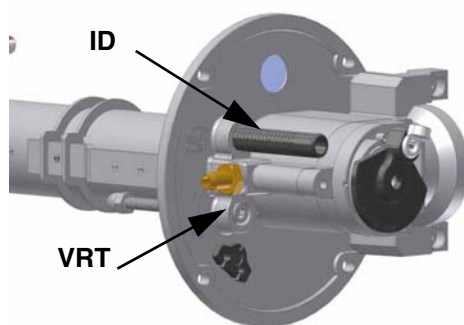
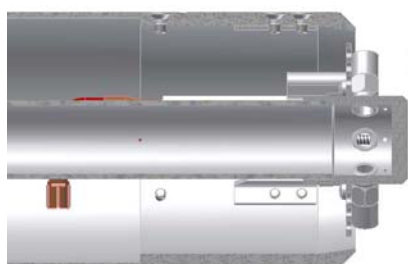

Fig. 24
Fig. 25 - Testa tutta in avanti
- Il bruciatore viene regolato in fabbrica con la testa di combustione in posizione di massima potenza "MAX". La taratura di massima potenza corrisponde alla posizione "tutta avanti" della testa di combustione, per i bruciatori tipo standard (Fig. 25) e, in posizione "tutta indietro" per i bruciatori a bassa emissione di NOx (Fig. 26). Per posizione "tutta avanti" della testa, si intende verso l'interno della caldaia, mentre per "tutta indietro" si intende verso l'operatore. Per quanto riguarda il funzionamento a potenza ridotta, spostare progressivamente la testa di combustione verso la posizione "MIN" ruotando la vite **VRT** (Fig. 24) in senso orario. L'indice **ID** indica lo spostamento della testa di combustione.